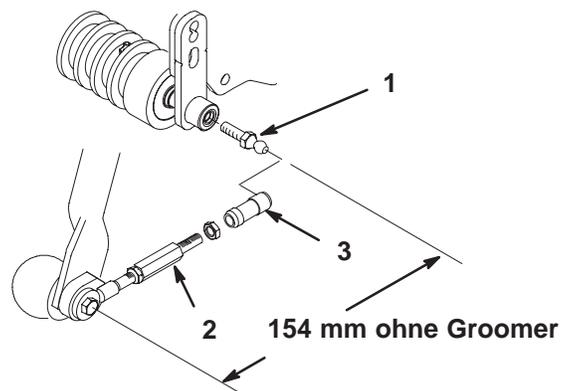

Bild 13
6. Schieben Sie die Hülse an jeder Kugellageraufnahme zurück und haken Sie die Aufnahme in den Kugelbolzen des Mähwerks ein (Bild 13).
Hinweis: Das Zugverbindungsteil ist im Werk eingestellt. Wenn Sie die Teile je auseinanderbauen müssen, bauen Sie sie wieder in den Abmessungen zusammen, die in Bild 13 dargestellt sind.